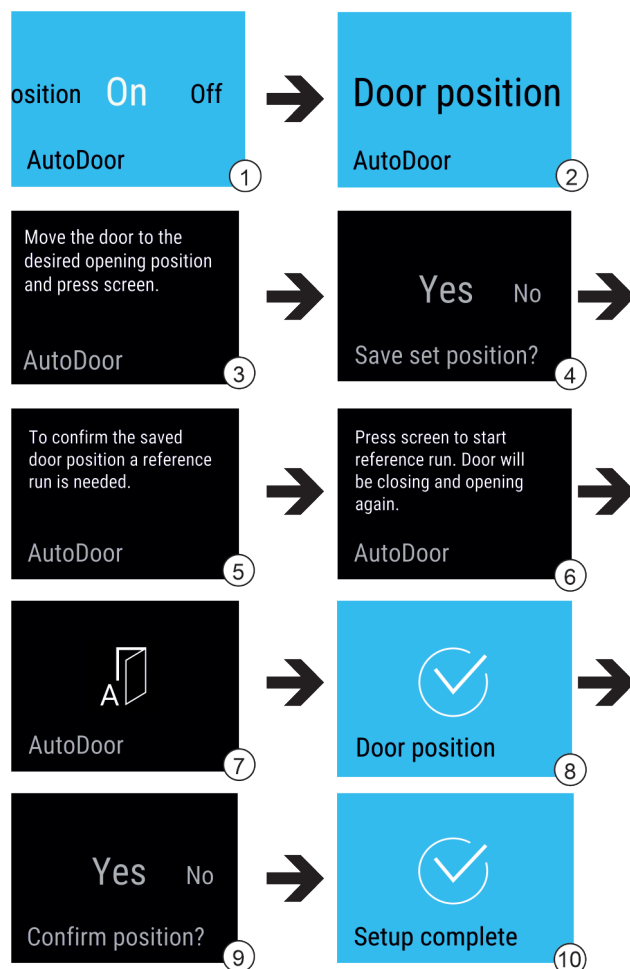

Fig. 18
- ▶ Sélectionner la fonction AutoDoor. Fig. 18 (1)
- ▶ Balayer l'affichage à l'écran jusqu'à ce que Door position apparaisse. Fig. 18 (2)
- ▶ Configurer l'angle d'ouverture de porte : ouvrir la porte au moins à 70°. Fig. 18 (3)
- ▶ Confirmer l'angle d'ouverture de porte : appuyer sur le message affiché à l'écran. Fig. 18 (4)
- ▶ Lancer la course de référence : appuyer sur l'écran. Fig. 18 (6)
- ▷ L'écran clignote. Fig. 18 (7)
- ▷ La course de référence a été exécutée avec succès : l'affichage s'allume en bleu pendant 2 secondes. Fig. 18 (8)
- ▶ Confirmer l'angle d'ouverture de porte. Fig. 18 (9)
- ▷ L'affichage s'allume en bleu. Fig. 18 (10)